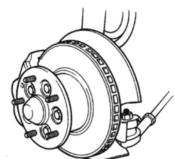

Fig. 2
- 6b Type à support extérieur (Fig. 2). Défaire et déposer la roue portant l'écrou de retenue, ensuite sortir l'ensemble moyeu/disque. Déposer le disque de sur le moyeu.
- 6b Tipo con supporto esterno (Fig. 2). Allentare e rimuovere il dado di fissaggio dal cuscinetto della ruota, poi estrarre il mozzo della ruota o il disco del freno. Togliere il disco dal mozzo.